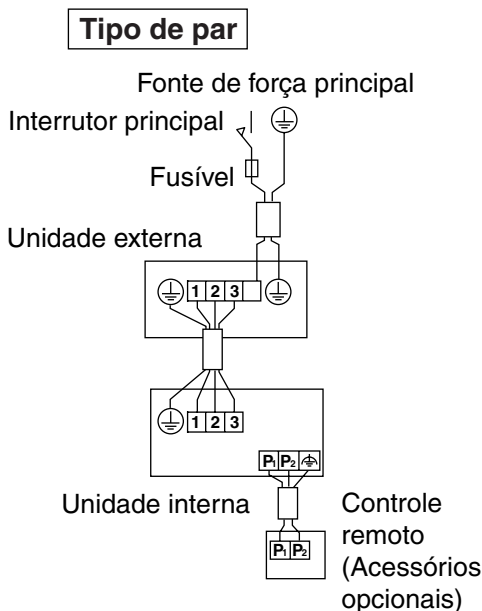

Fig. 25
- **Tipo de par:** 1 controle remoto controla 1 unidade interna (sistema padrão). (Consulte a Fig. 25)